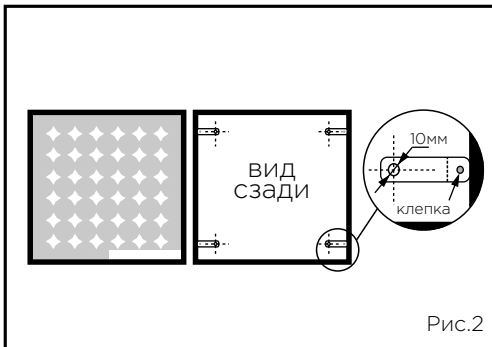

Рис.2
- б) вытащить с пазов корпуса светильника стекло (на рис.2 для наглядности снято);